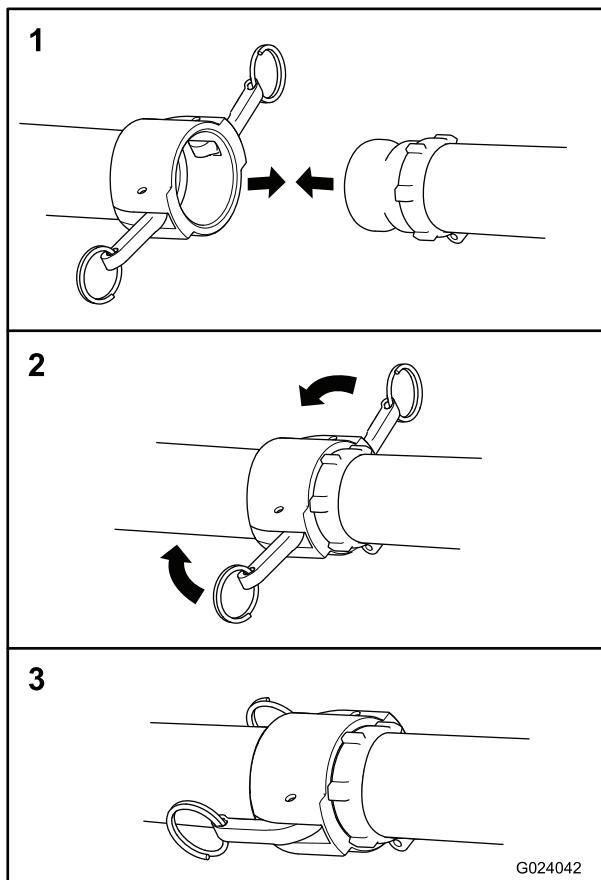

Рисунок 21
- Примечание:** У смесителя соединительный ниппель с эксцентриковым зажимом (Рисунок 21), расположенный после перекачивающего клапана.